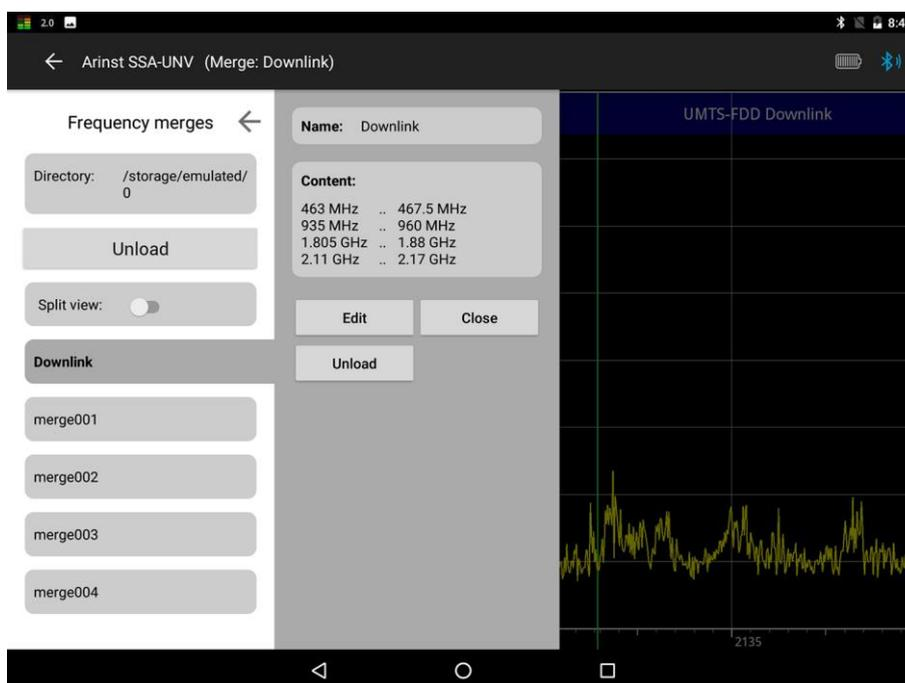

Рисунок 85 – Выход из режима отображения нескольких диапазонов частот.
9.5.7. Для выхода из режима отображения списка диапазонов, проведите пальцем слева направо от края экрана планшета/смартфона и в открывшемся меню **Frequency merges** в активной вкладке списка диапазонов нажмите **Unload**, рисунок 85.
9.5.8. Для отображения каждого диапазона в отдельном окне, включите опцию **Split view** (Рисунок 85). Экран вашего планшета/смартфона будет разбит на отдельные графики частотных диапазонов, как на рисунке 86.